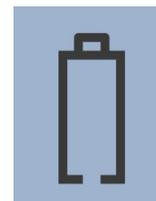

Fig.1
- Al encender el calibrador, revise el ángulo inferior izquierdo de la pantalla para ver si aparece el símbolo de la batería. Si aparece el símbolo de la batería (Fig. 1), consulte la sección “Cuidado y mantenimiento de la batería recargable” en la página 6. Si no hay un símbolo de batería visible, entonces la batería está cargada.